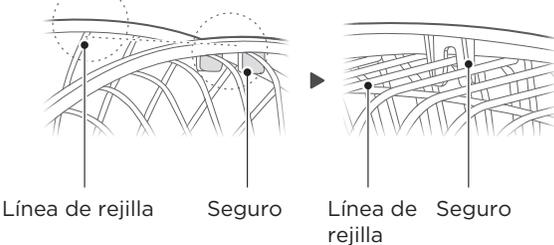

Fig.8
**4** Alinee el seguro de la rejilla frontal con la línea superior de la rejilla trasera de arriba hacia abajo; después de alinearlas, mire el esquema desde la parte trasera (Fig. 8).